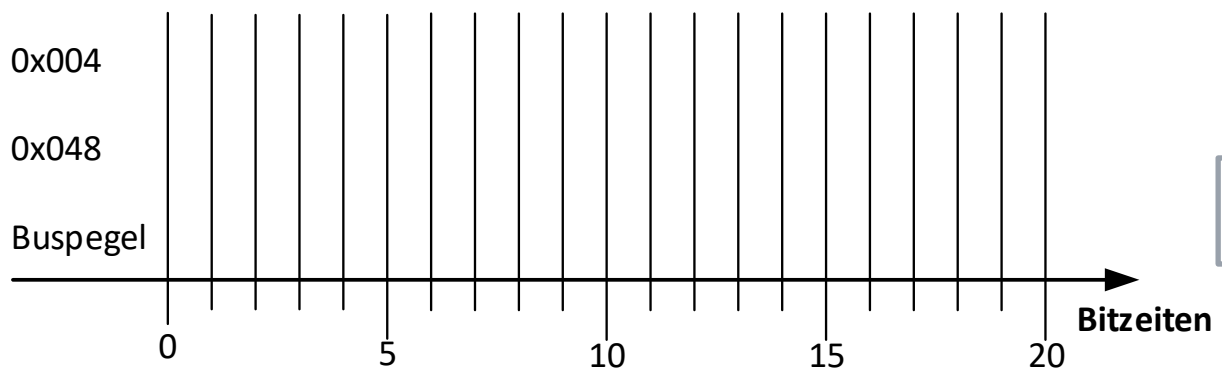

Abbildung 1: Arbitrierungsvorgang
b) Führen Sie den Arbitrierungsvorgang schrittweise durch. Zu welchem Zeitpunkt stellt der niederprioräre Knoten seinen Sendevorgang ein? Welcher Buspegel ergibt sich? Zeichnen Sie Ihre Lösung in Abbildung 1 ein. Bitte beginnen Sie mit dem Start-of-Frame-Bit und enden Sie mit dem Ende des Arbitrierungsfeldes.